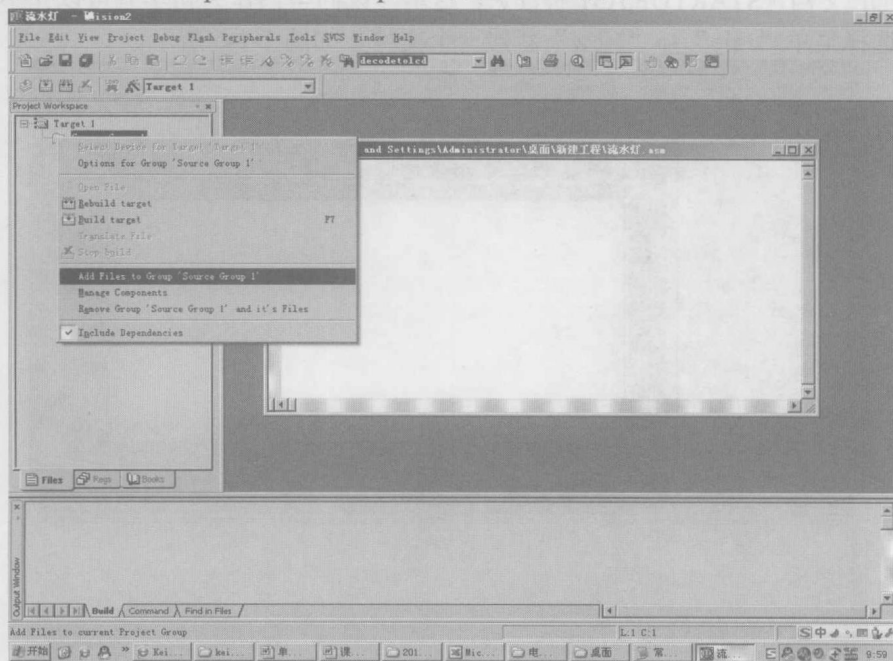

图 1-1-8 文件加入工程目标 cpu
9. 点 Target 1 前面的“+”号, 展开 Target 1, 击“Source Group 1”, 在弹出菜单中选择“Add Files To Group 'Source Group 1'”如图 1-1-8 所示。